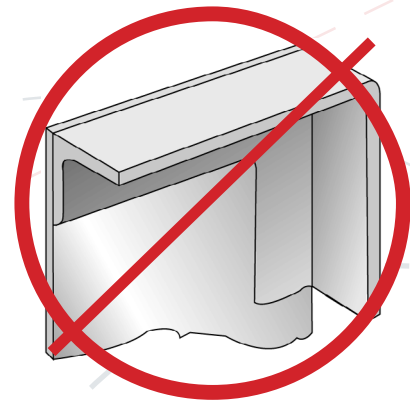

Ilustración 6: Evite el espesor irregular en las juntas
- Use partes de igual o casi igual espesor en un ensamblaje, en especial en las juntas (Ilustración 6).